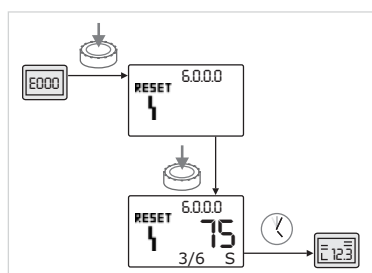

Fig. 50: Квитирование ошибки типа В (X < Y)
- Если текущая частота возникновения ошибки меньше, чем максимальная частота возникновения ошибки (Fig. 50)